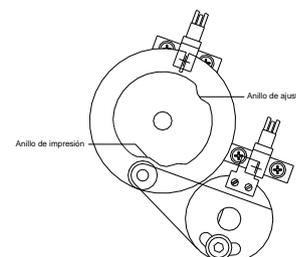

Figura 23
En el boceto (véase Figura 23) se puede ver el eje del motor de optimización (H) con la curva de presión (C) y la arandela (B), vistos desde atrás. Más abajo se encuentra el cojinete anular (D) con la lámina de sujección (E).
4. Afloje el tornillo de allen (F) aproximadamente una vuelta, hasta que la lámina de sujección (E) se desplace libremente con el rodamiento de bolas (G).
6. Presione la lámina de sujección (E) junto con el rodamiento de bolas (G) en la muesca de ajuste de la curva de presión, de modo que no quede espacio libre.